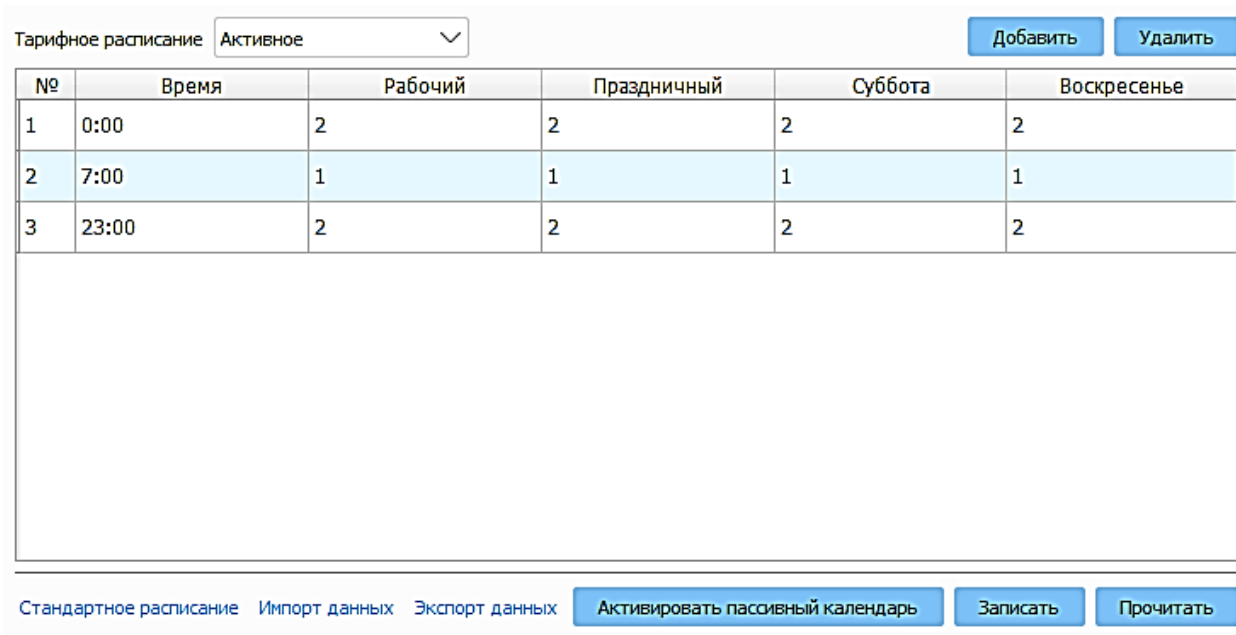
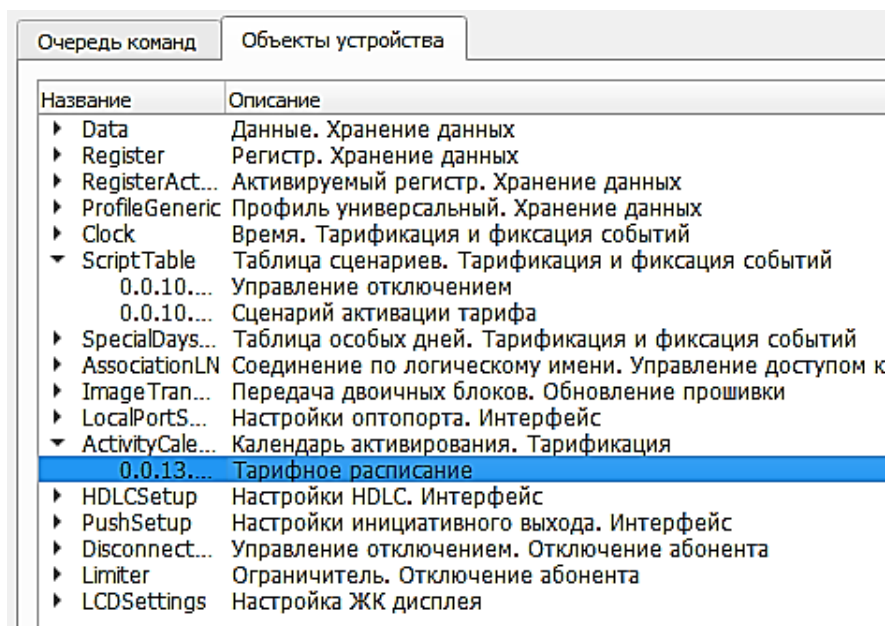
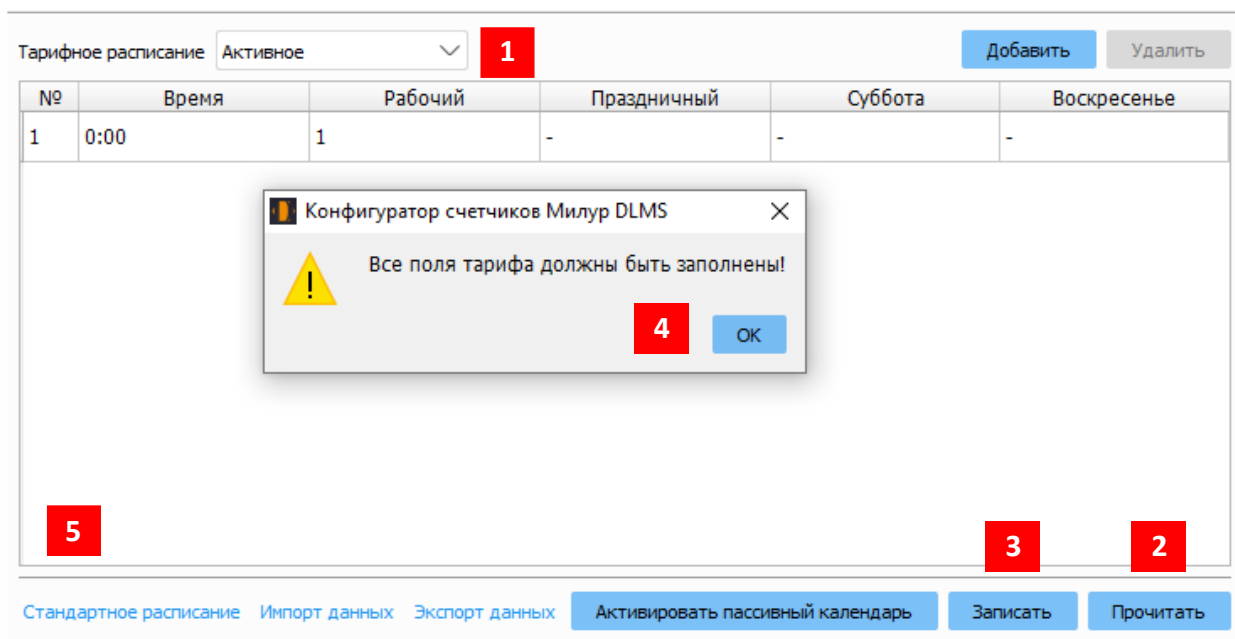

Рисунок 39
Рисунок 40
Рисунок 41
Настройка тарифного расписания может производиться, как через интерфейс функционального меню «Тарифное расписание» (Рисунок 39), так и через область «Объекты устройства» (Рисунок 40).
- Выбрать тарифное расписание «Активное» (Рисунок 41 →1);
- Нажать кнопку «Прочитать» (Рисунок 41 →2);
Если таблица тарифного расписания не заполнена, то при попытке записать (Рисунок 41 →3) «пустое» тарифное расписание, появится информационное сообщение (Рисунок 41 →4) о том, что следует заполнить все поля тарифа.
- Нажать кнопку «Стандартное расписание» (Рисунок 41 →5), отобразится стандартное двухтарифное расписание (Рисунок 39):
- Нажать кнопку «Записать» (Рисунок 41 →3), активным тарифным расписанием станет «Стандартное расписание».